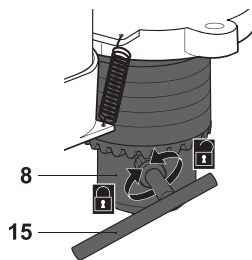

Fig. 11
- > Levante a proteção do mandril (9).
- > Coloque a chave do mandril (15) no mandril (8) e gire-a para a esquerda até que as pinças do mandril se abram o suficiente para poder colocar a broca (Fig. 11).
- > Coloque a broca no mandril (8) até ao fundo.
- > Gire a chave do mandril (15) para a direita até que a broca fique completamente fixa pelas pinças do mandril. Certifique-se de que a broca fica centrada no mandril.
- > Retire a chave do mandril (15) e coloque a proteção do mandril (9) para baixo.